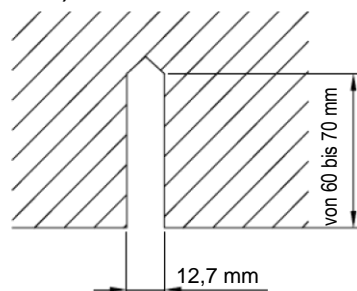

Abb. 6
2. Installieren Sie die Schrauben in der Decke. Die Decke muss mit Rücksicht aufs Gerät ausreichend tragfähig sein. Markieren Sie die Schraubenpositionen gemäß der Installationsschablone. Bohren Sie Bohrungen von 12,7 mm (1/2") Durchmesser mit einer Schlagbohrmaschine. (Abb. 6)